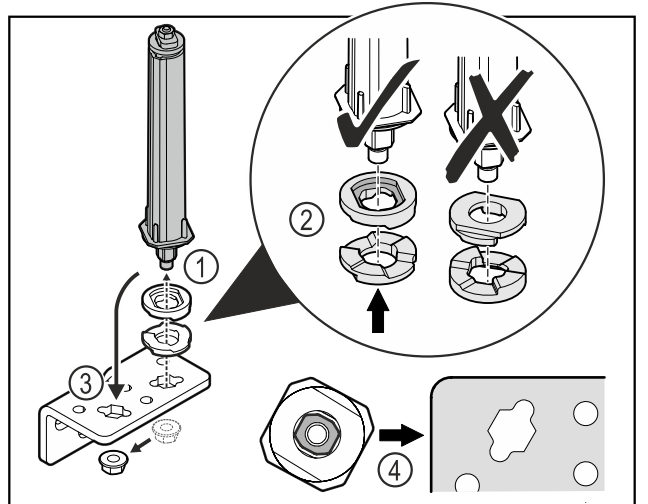

Fig. 30
- ▶ Löysää mutteri ja irrota oven lukitusjärjestelmä Fig. 30 (1).
- ▶ Varmista, että korkeudensäätölevyt on kohdistettu oikein Fig. 30 (2).
- ▶ Siirrä oven sulkemisjärjestelmä saranakulmaan ja kiinnitä se mutterilla Fig. 30 (3).
- ▶ Kun asetat paikoilleen, varmista, että oven sulkemisjärjestelmä on oikein kohdistettu Fig. 30 (4).